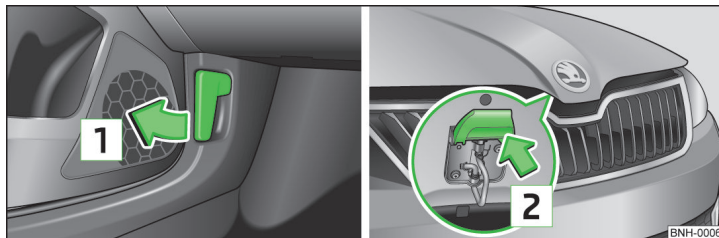

Fig. 111 Maneta de deblocare a capotei motorului / maneta de deblocare
- > Trageți de maneta de deblocare de sub planșa de bord, în sensul săgeții 1 » fig. 111.
Nu ridicați niciodată capota motorului prin prindere de maneta de deblocare » fig. 111.